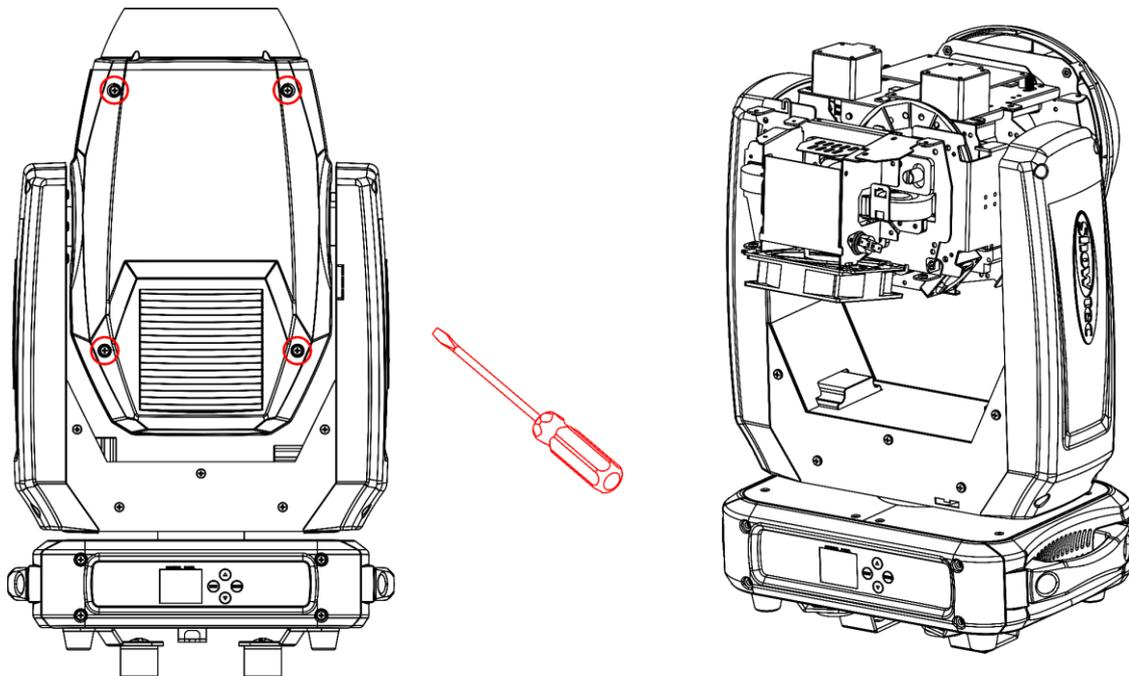

Fig. 18
- 02) Allentare gli 8 elementi di fissaggio sull'alloggiamento e rimuovere entrambi i coperchi (Fig. 18).